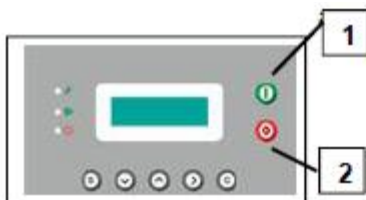

РИС. 17
- Нажмите кнопку “STOP”, пункт 2 на рис. 17
- МЕДЛЕННО поверните пробку, пункт 3 на рис. 17, и дайте конденсату стечь.
- Проверьте уровень масла на индикаторе, пункт 4 на рис. 17
- Отключите оборудование при помощи кнопки пункт 2 на рис. 17: компрессор остановится через несколько секунд холостого хода.
- Медленно откройте масляную пробку, пункт 5 на рис. 17
- Долейте масло до максимальной отметки, пункт 4 на рис. 17, используйте тот же тип масла, который имеется в компрессоре.
- Закройте пробку масляного бака, пункт 5 на рис. 17.
- Нажмите кнопку “STOP”, пункт 1 на рис. 17
- через 1 минуту выключить компрессор при помощи кнопки “STOP” (пункт 2 на рис. 17) (оборудование остановится через несколько минут холостого хода)